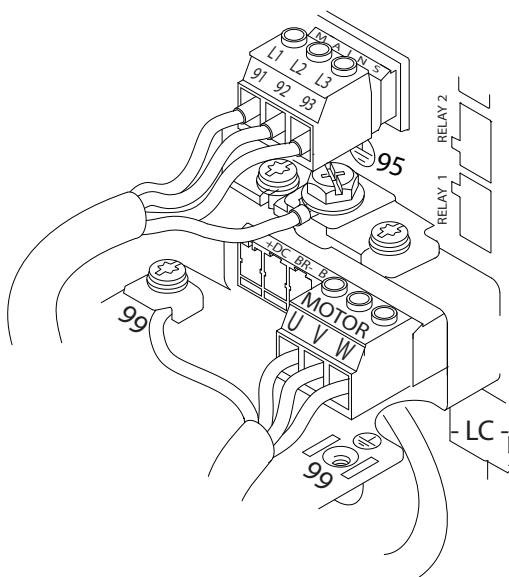

Bild 4.6 Exempel på kabeldragning för motor, nät och jordning
Bild 4.6 visar nätingång, motor och jordning för frekvensomriktare av standardtyp. Den verkliga konfigurationen kan variera beroende på enhetstyp och tillsatsutrustning.
1. Anslut växelströmsledningar (trefas) till plint L1, L2 och L3 (se *Bild 4.6*).